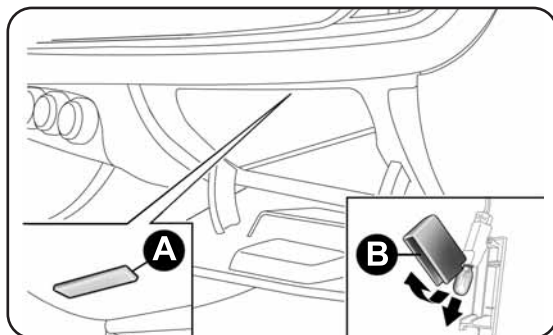

fig. 147
- ouvrir la boîte à gants, puis extraire le plafonnier A-fig. 147 ;